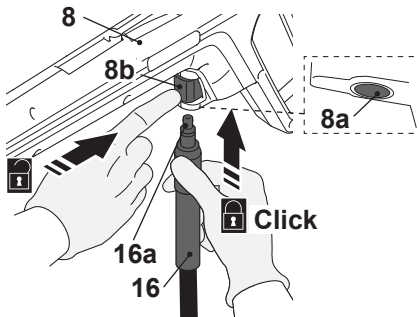

Fig. 3
- > Introduceți conectorul (16a) al furtunului de presiune (16) în portul de conectare al furtunului (8a) al pistolului de pulverizare (8). Asigurați-vă că se fixează în poziție (Fig. 3). Apăsăți pe butonul de eliberare (8b) pentru deblocare dacă este necesar.